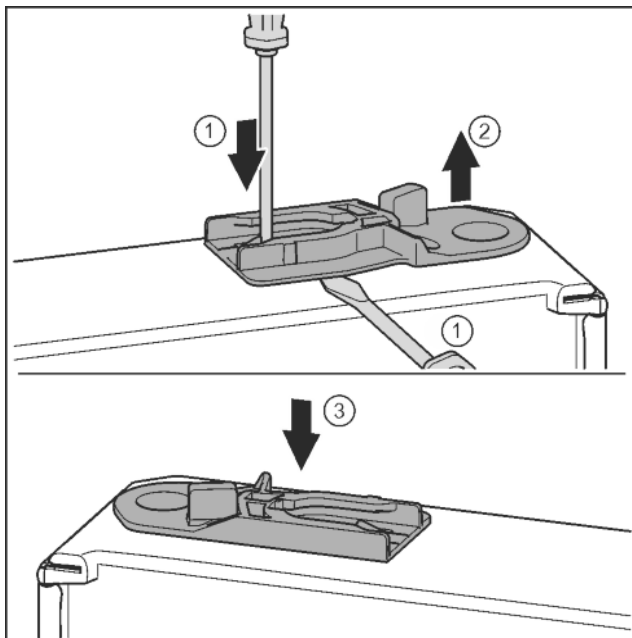

Fig. 37
- Izvucite čahuru za vođenje: Odvijačem s prorezom pritisnite jezičac i istovremeno umetnite odvijač s prorezom ispod čahure za vođenje. *Fig. 37 (1, 2)*
- Gurnite čahuru za vođenje koja je uključena u isporuku na drugoj strani uređaja. *Fig. 37 (3)*